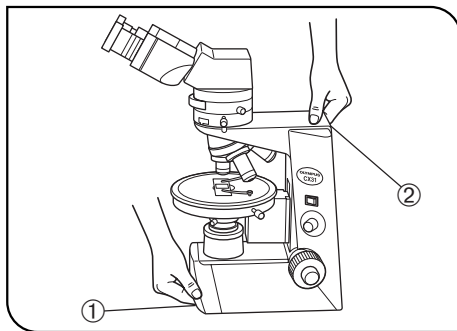

Abb. 2
- Vor einem Transport des Mikroskops das Objekt entfernen, damit es nicht herunterfällt, und das Mikroskop an den in Abb. 2 auf der folgenden Seite gezeigten Stellen anheben.
2. Um beim Auswechseln der Glühlampe mögliche Stromschläge oder Verbrennungen zu vermeiden, den Hauptschalter ① ausschalten („O“), das Netzkabel aus der Wandsteckdose ziehen und bei jedem Lampenwechsel die Lampenabdeckung ② und die Glühlampe vor dem Berühren abkühlen lassen.
7. Den Hauptschalter ① niemals einschalten („I“), während ein Metallgegenstand in die Lüftungsschlitze des Mikroskopstativs eingeführt ist, da dies einen Stromschlag, eine Verletzung oder eine Beschädigung des Geräts zur Folge haben könnte.